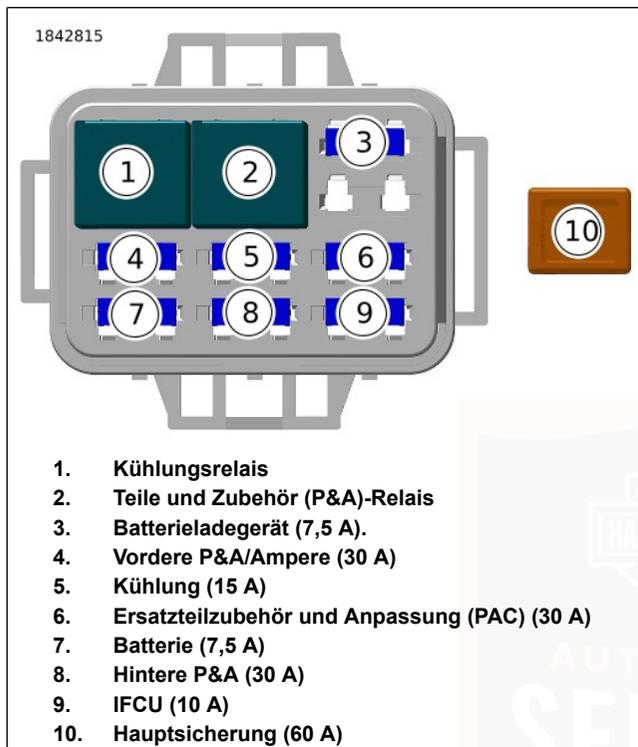

Abbildung 120. Identifizierung von Sicherungen und Relais
4. Siehe Abbildung 120. Die Sicherung entfernen und den Schmelzeinsatz überprüfen.